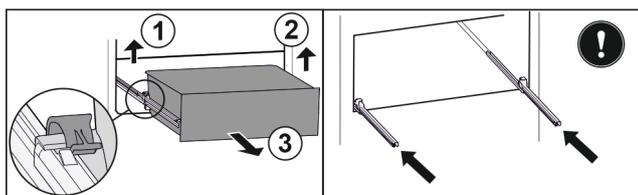

Fig. 69
- Sollevare il morsetto sinistro e allo stesso tempo tirare in avanti il cassetto sinistro. Fig. 69 (1)
- Sollevare il morsetto destro e allo stesso tempo tirare in avanti il cassetto destro. Fig. 69 (2)
- Rimuovere il cassetto tirandolo in avanti. Fig. 69 (3)